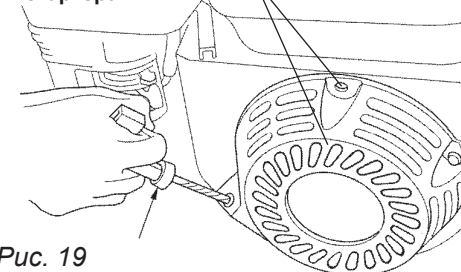

Рис. 19
- Потяните за рукоятку стартера до тех пор, пока Вы не почувствуете сопротивление. Продолжайте тянуть рукоятку стартера до тех пор, пока отметка на шкиве стартера не совпадет с отверстием на кожухе стартера. В этом положении впускной и выпускной клапан двигателя закрыты. Таким образом, Вы предохраните двигатель от внутренней коррозии (рис. 19).